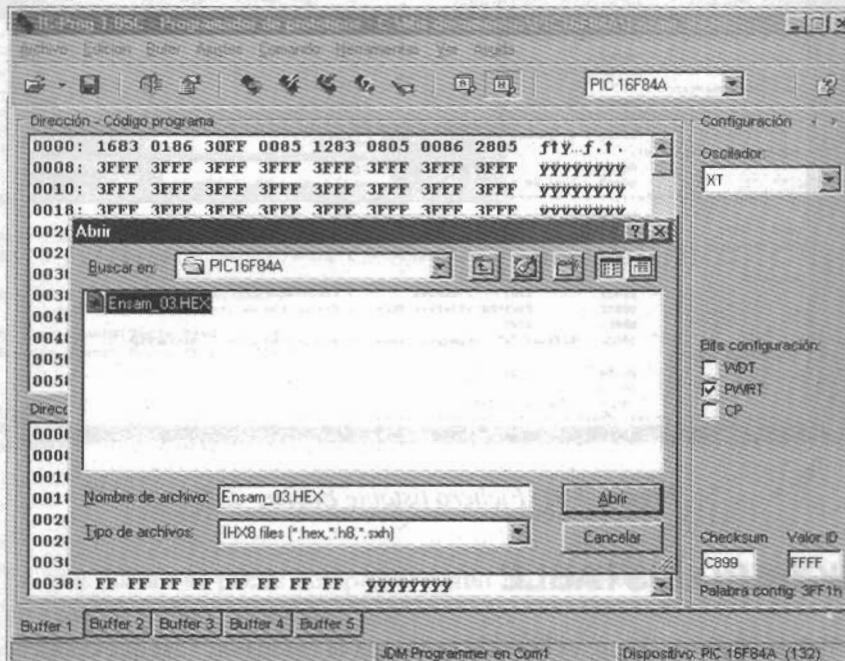

Figura 7-30 Abrir el fichero *Ensam\_03.HEX* con los códigos máquinas para grabar
- 3º Abrir el archivo con extensión \*.hex que contiene los datos a programar en el PIC16F84A. Para ello, seleccionar el menú Archivo > Abrir archivo y, una vez dentro de la carpeta apropiada, elegir el fichero a grabar, en este ejemplo el *Ensam\_03.HEX* (figura 7-30).